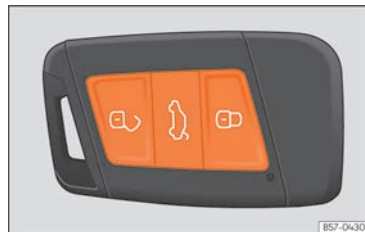

Abb. 53 Funkschlüssel: Tasten
- Verriegeln: Drücken Sie die Taste  **>>> (Abb. 53).**